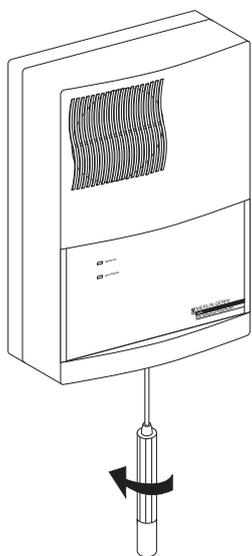

fig. 1
■ retirez la vis de blocage du capot (figure 1)
■ faites pivoter un tournevis dans l'encoche située près de la vis de blocage (figure 1)